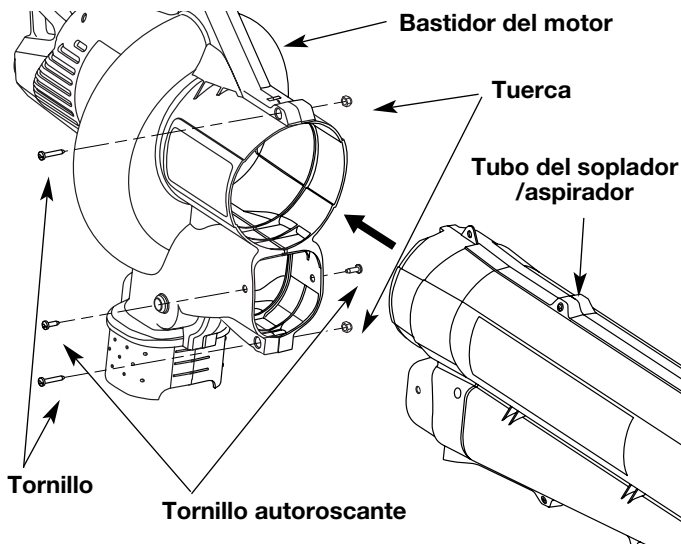

Fig. 1
2. Inserte el tubo del soplador / aspirador hasta el fondo de la abertura del bastidor del motor, hasta que los orificios de las orejetas del tubo del soplador / aspirador se alineen con los orificios de los tornillos del bastidor (Fig. 1).
3. Inserte los 2 (dos) tornillos ranurados 8-32 x 3/4 pulg. T20 Torx en el lado derecho del bastidor del motor y las 2 (dos) tuercas en el lado izquierdo del bastidor del motor (Fig. 1).
5. Instale los 2 (dos) tornillos autoroscantes ranurados 20,3 cm - 16 x 1,9 cm (8-16 x 3/4") T20 Torx restantes en los orificios de cualquiera de los lados del bastidor (Fig. 1). Ajuste hasta que no quede huelgo, no los ajuste demasiado.